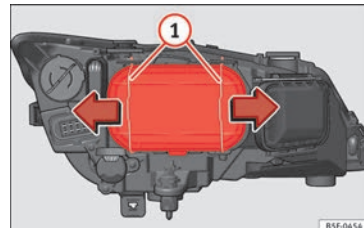

Abb. 102 Abblendlicht
- Verschieben Sie die Streben » Abb. 102 ① in Pfeilrichtung und nehmen Sie den Deckel ab.